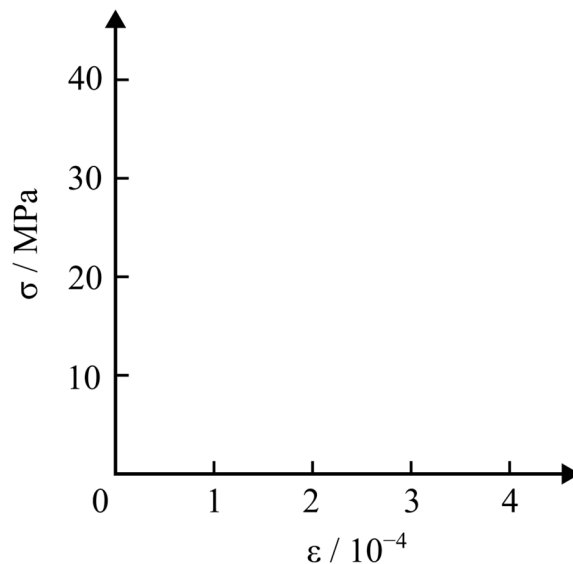

図 2
- (3) 引張軸を x 方向にとった場合、積層材料が降伏するときの引張応力と引張ひずみを有効数字 2 桁で求めよ。
- (4) 引張軸を y 方向にとった場合、この積層材料は二段階の降伏を示す。一段階目の降伏が生じる引張応力と引張ひずみを有効数字 2 桁で求めよ。
- (5) 問(4)のとき、二段階目の降伏が生じる引張応力と引張ひずみを有効数字 2 桁で求めよ。
- (6) 引張軸を x 方向にとった場合と y 方向にとった場合の 2 種類の応力-ひずみ (σ - ϵ) 線図を、図 2 を解答用紙に描き写したうえで描画せよ。